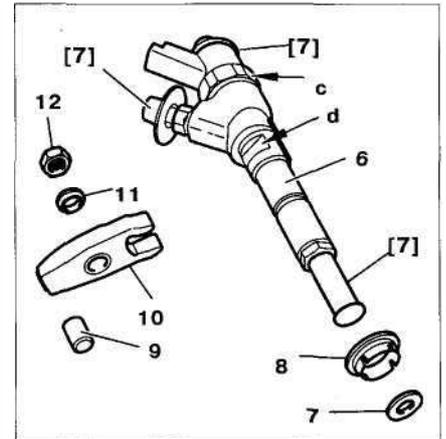

Рис. 7.40. Открутите гайки 12, снимите крышки 11, фланцы 10, форсунки 6, сальники 8 и 7, прокладки 9.
7. Открутите гайки 12, снимите крышки 11, фланцы 10, форсунки 6, сальники 8 и 7, прокладки 9 (рис. 7.40).